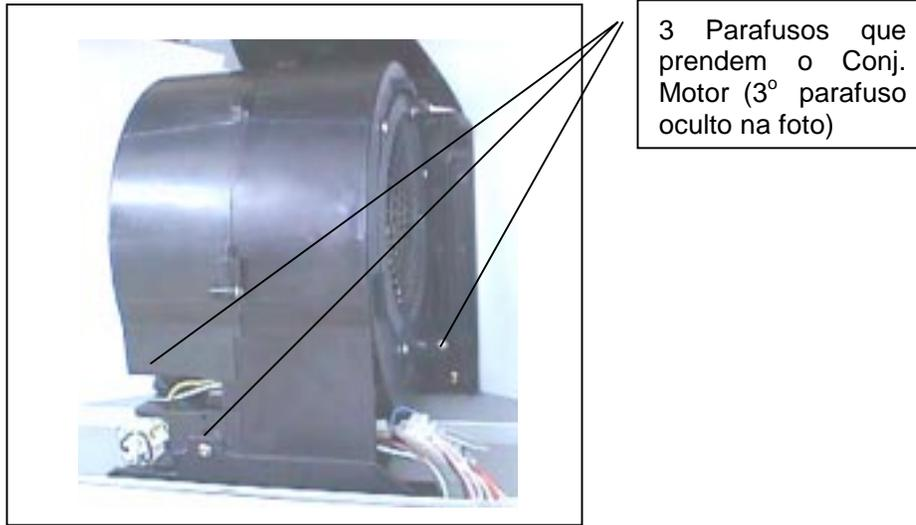

Fig.12
- Soltar os 3 parafusos Philips que prendem o Conjunto, conforme Fig.12.